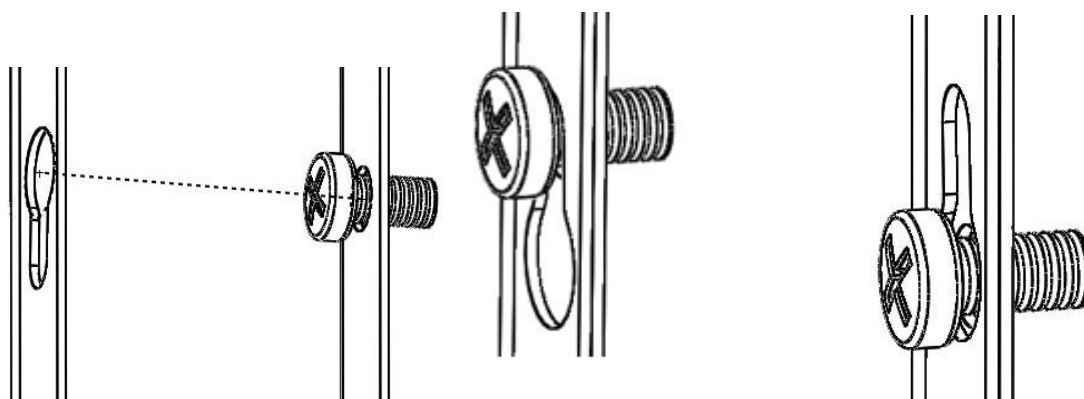

Fig. 10
Skrue de øvre plader (BGL og BGP) sammen ved hjælp af 2 stk. 6 mm skruer (SM6) (se fig. 6.3) og sæt dem på 5 mm skruene på fyrstedets skærm (OP), se fig. 6.1. Skru 4 stk. 5 mm skruer (SM5) ind i de øvre pladers sider (se fig. 6.2), efterlad dog ca. 2 mm afstand imellem skruens hoved og den øvre plades side. De skal bruges til at hænge den øvre låge (DG) på— se fig. 10.